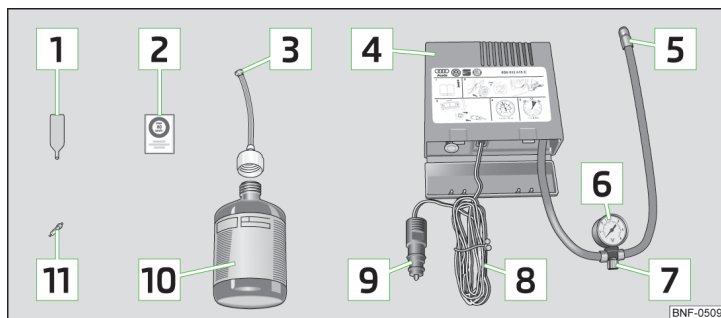

Fig. 114 Prezentarea în principiu: Componentele setului de pană
Componentele setului » fig. 114
- Lipiți autocolantul corespunzător [\[2\]](#) » fig. 114 la pagina 130 pe planșa de bord, n cmpul vizual al șoferului.
- Scuturați de cteva ori bine recipientul de umplere a anvelopei [\[10\]](#) » fig. 114 la pagina 130.
- nșurubați bine furtunul de presiune [\[5\]](#) » fig. 114 la pagina 130 al compresorului de aer pe ventilul anvelopei.